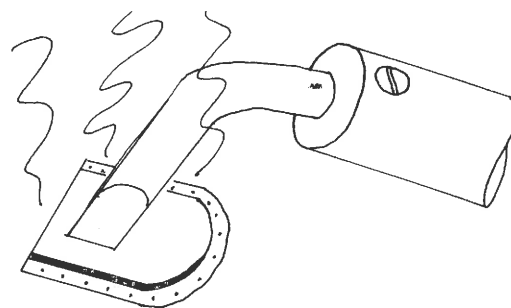
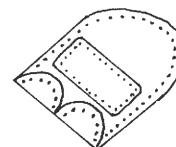
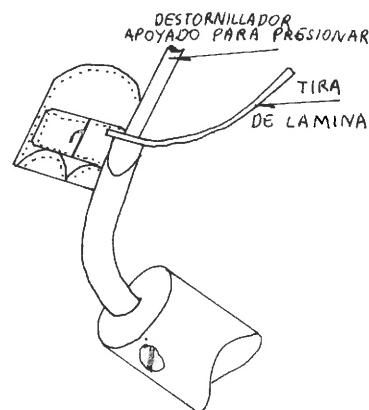

Figura 22
Figura 24
Figura 25
teriores, esta pieza que representa la puerta de la caja de humos, la soldaremos como se ve en la figura 24 por el procedimiento seguido en la figura 22, de modo que quede paralela con la base del frontal y sobre los semicírculos de los cilindros. Seguidamente por la mitad de la parte larga de la tapa, de arriba a abajo de la misma, practicaremos dos agujeros de 0.5 mm. a ras totalmente de la tapa, y por ellos pasaremos un hilo de latón de 0.5 mm., el cual debe de quedar bien plano sobre la tapa, y soldado por la parte trasera, la cual imitará al cierre, y en el centro de la tapa y junto al hilo reseñado haremos otro agujero de 0.5 mm. para pasar el hilo de latón que soldado por detrás y doblado por delante hacia abajo imitará la maneta del cerrojo (2). Terminaremos la pieza imitando las bisagras de las puertas, que para hacerlo de modo sencillo cortaremos una tirita de lámina de algo menos de 1 mm. de ancho, la cual estañaremos por una cara y soldaremos dos pedazos a cada extremo de modo que estén repartidos arriba y abajo de la tapa. Para soldarlos puede hacerse por el procedimiento de la figura 22, sujetando las tiritas contra la puerta con ayuda de un pequeño destornillador que las mantenga apretadas contra la puerta como se indica en la figura 25.
De estas tres piezas, dos pueden adquirirse en el comercio, la chimenea (Train Kits ref. 150) y el domo (Trains Kits ref. 155), el arenero que es del tipo cuadrado lo construiremos como sigue. Nos proveeremos de un pedacito de barra cuadrada de latón de 8 x 8 mm., en un extremo ajustaremos la forma de la caldera, una vez se acople, cortaremos la pieza a la distancia de 6 mm., contando desde los extremos de la base. Seguidamente la soldaremos a la caldera de modo que la cara que mira hacia delante esté a unos 16 mm. del frontal aproximadamente. Seguidamente, se corta una pieza de chapa de 1 mm. de 9 x 9 mm y se solda sobre el arenero por el sistema de la figura 22, de modo que quede repartida. Seguidamente se debe dar forma de pirámide truncada a esta última pieza con ayuda de una lima y de